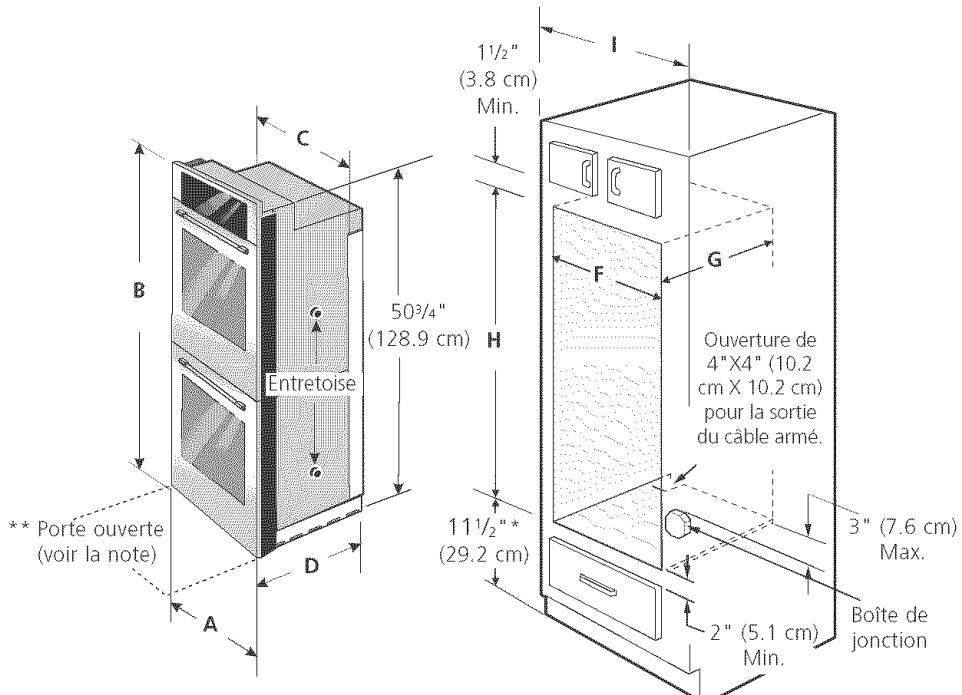

Figure 1
Reportez-vous à la figure 1 pour établir quelles sont les dimensions applicables à votre modèle, ainsi que l'espace nécessaire pour recevoir l'appareil. La surface qui supporte l'appareil doit être en contre-plaqué solide ou tout autre matériau du même type. Il faut vous assurer que la surface est de niveau d'un côté à l'autre et de l'avant à l'arrière.
2. Il faut brancher l'appareil au panneau de distributions en utilisant des câbles flexibles à gaine métallique ou non métallique. On doit brancher directement à la boîte de jonction le câble gainé flexible de l'appareil. Il faut disposer la boîte de jonction tel qu'illustre à la Figure 1 ou 2 en laissant autant de lâche que possible dans le câble entre la boîte et l'appareil, pour en faciliter le déplacement si l'entretien s'avère nécessaire.